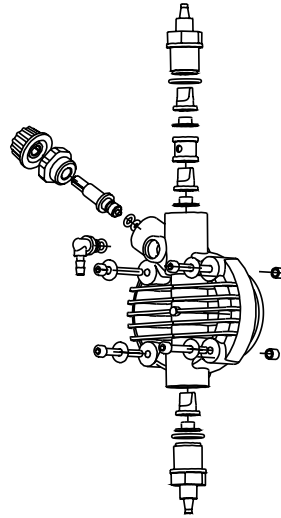

Fig. 10
- 3. Elimine todo el líquido presente en el cuerpo de la bomba, desmontado y volviendo a montar el cuerpo de la bomba con los cuatro tornillos de sujeción (Fig. 10).**
3. Elimine todo el líquido presente en el cuerpo de la bomba, desmontado y volviendo a montar el cuerpo de la bomba con los cuatro tornillos de sujeción (Fig. 10).
2. Revise el funcionamiento de la bomba al menos cada 6 meses, así como la posición de los tornillos y de las juntas de impermeabilización. El control debe ser efectuado con más frecuencia en líquidos agresivos, prestando especial atención en la concentración de aditivo en la instalación. Su reducción podría ser debida al desgaste de las válvulas (en tal caso se deben sustituir siguiendo los pasos de la Fig.10) o al atasco del filtro, que se debe limpiar como se indica en el punto 3.
También se puede efectuar esta operación de la forma siguiente: una vez la bomba está desconectada de la instalación, sujete la bomba boca abajo por unos pocos segundos (15-30) sin que los tubos estén conectados a los empalmes. Si resulta imposible, desmontar y volver a montar el cuerpo de la bomba (Fig.10) utilizando los cuatro tornillos de fijación.
El sistema es robusto, por lo que no se producen averías graves. Eventualmente se pueden producir pérdidas de líquido de algún empalme o junta fijatubos sueltos, o con más frecuencia, de la rotura del tubo de eyección. Raramente se producen pérdidas a causa de la rotura de la membrana por desgaste o de su revestimiento de sujeción. Aún así, si se produjeran, dichos componentes se deben sustituir desmontando los cuatro tornillos del cuerpo de la bomba (Fig. 10), montándolos de nuevo y enroscándolos de modo uniforme. Una vez eliminada la pérdida, se debe limpiar la bomba dosificadora de eventuales residuos de aditivo que hayan quedado impregnados, ya que podrían agredir químicamente la bomba.
- a. Desmonte la válvula de aspiración y eyección. A continuación, límpiela y móntela otra vez en la misma posición (Fig. 10). En caso que se detectara un hinchamiento de las válvulas, compruebe en el tablón correspondiente la compatibilidad del aditivo con el tipo de válvula montada en la bomba (válvula estándar de Vitron; la válvula esfera es opcional).